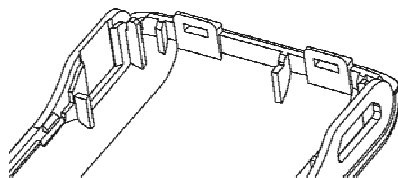

图 9-74 移除曲面的结果
- 4 在“移除曲面”选项卡中单击“完成”按钮，则一个内孔被移除，结果如图 9-74 所示。